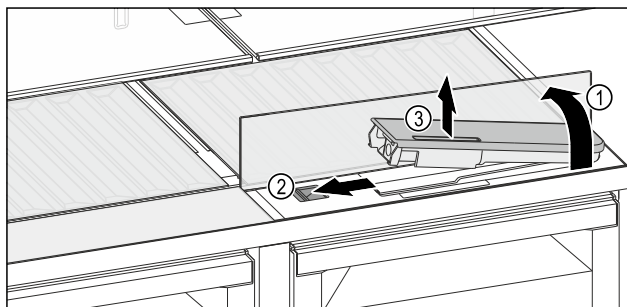

Fig. 140
- Sollevare il ripiano di vetro e ribaltarlo all'indietro fino all'arresto Fig. 140 (1).
- Spostare il cursore Fig. 140 (2) a sinistra.
- Rimuovere il serbatoio dell'acqua Fig. 140 (3).